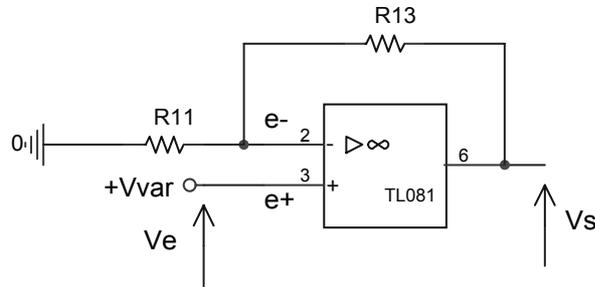

fig.6
5.5.1 Schéma de principe figure 6
5.7.4.1 Câbler le schéma de la figure 6.